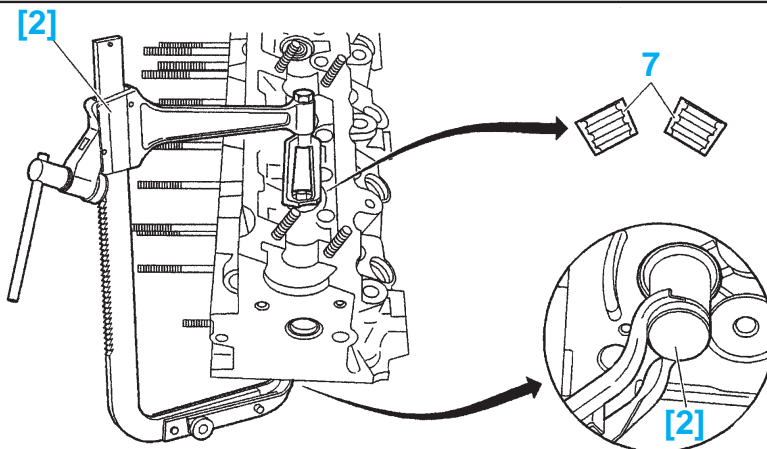

fig. Mot. 140
- Mettre en place l'outil [2] genre **FACOM U43LA** (fig. Mot. 140).
- les demi-cônes (7)
- Comprimer le ressort à l'aide du compresseur [2] (fig. Mot. 140).
- Reposer les demi-cônes (7).